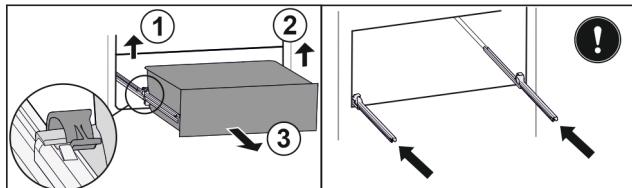

Fig. 79
- Nadvihnite ľavú svorku a súčasne tiahnite zásuvku vľavo dopredu. Fig. 79 (1)
- Nadvihnite pravú svorku a súčasne tiahnite zásuvku vpravo dopredu. Fig. 79 (2)
- Odoberte zásuvku dopredu. Fig. 79 (3)